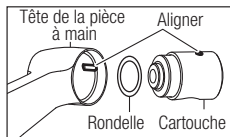

Fig. 22
- ⑦ Nettoyez l'intérieur de la tête de la pièce à main avec du NSK PANA SPRAY Plus.
❶ Essayez le NSK PANA SPRAY Plus Oil sur l'intérieur de la tête de la pièce à main.
❷ Veillez à ce qu'il n'y ait pas d'ancienne rondelle ou d'objets étrangers dans la tête de la pièce à main avant d'insérer une nouvelle rondelle (Fig. 22).
❸ Insérez la nouvelle cartouche dans la tête de la pièce à main en alignant l'ergot de la cartouche avec la fente de la tête de la pièce à main (Fig. 22).
❹ Serrez le capuchon de la tête avec la clé FX correcte.
❺ Insérez l'arbre de transmission fermement dans la tête de la pièce à main jusqu'à ce qu'il s'engage. Si vous n'entendez pas de clic, insérez-le à nouveau.
❻ Réattachez le mandrin.
❼ Nettoyez et stérilisez la pièce à main après avoir remplacé la cartouche.